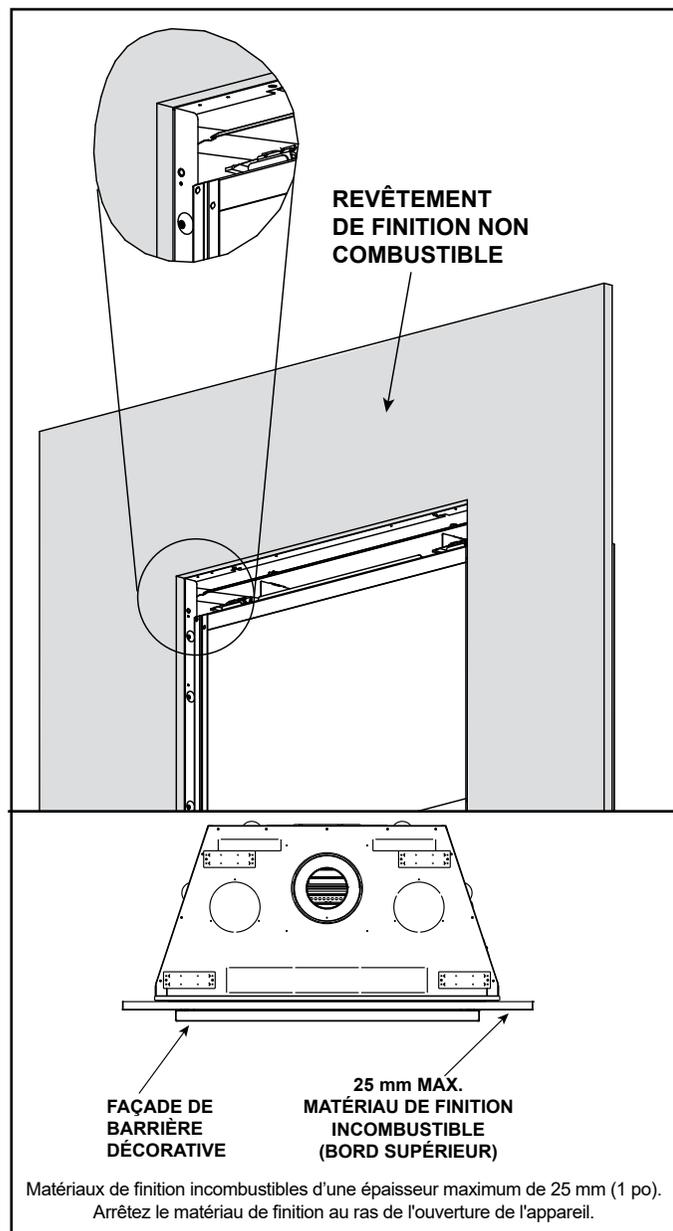

Figure 10.13 Matériaux de finition incombustibles d'une épaisseur de 25 mm (1 po) ou moins - Façades à ajustement superposé
- A. Matériau de finition d'une épaisseur de 25 mm (1 po) ou moins : Utiliser avec les façades à ajustement superposé. Les bandes de finition ne sont pas nécessaires. Voir la figure 10.13.